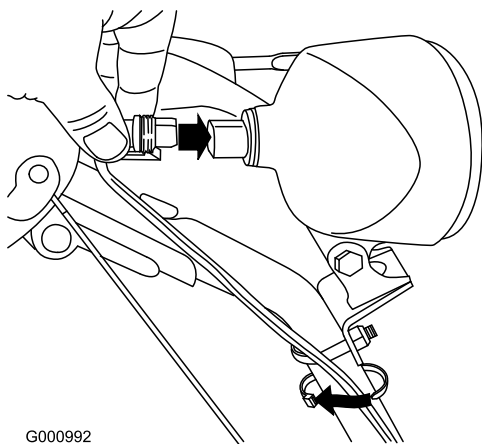

Рисунок 17
1. Вставьте штекер, находящийся на свободном конце провода, в гнездо на задней стенке фары и надежно зафиксируйте его (Рисунок 17).
Примечание: Убедитесь в том, что пластиковый зажим на штекере находится в нижнем положении (Рисунок 17).
2. Установите хомут кабеля (из комплекта деталей) на провод и рукоятку на расстоянии около 2,5 см ниже болта U-образной формы (Рисунок 17).